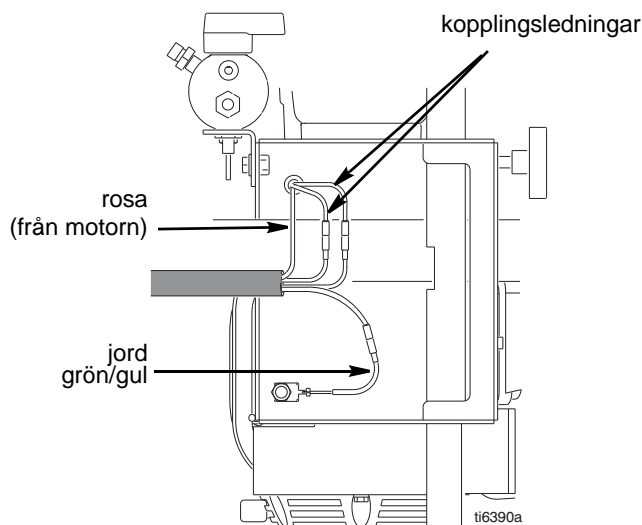

FIG. 12
2. FIG. 12. Lossa alla ledningar.
3. FIG. 12. Anslut alla kablar.